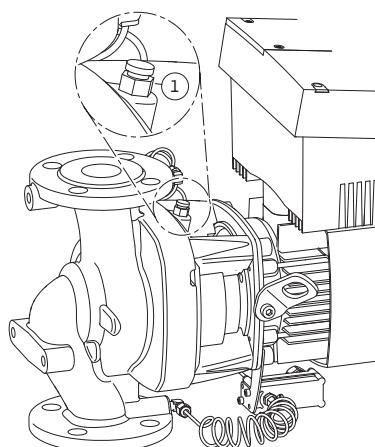

Fig. 44: Ventil de dezaerisire
- Dezaerisiti pompele prin deschiderea ventilelor de dezaerisire (Fig. 44, poz. 1). Funcționarea fără apă distrugă etanșarea mecanică a pompei. Este interzisă dezaerisirea traductorului de presiune diferențială (pericol de distrugere).